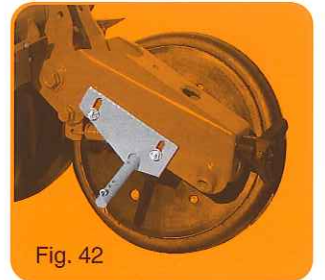

Fig. 42
- Bloc anti-dévers (fig. 42).
- Short back wheel holder unit (fig. 42).
- Bloc anti-inclinación (fig. 42).